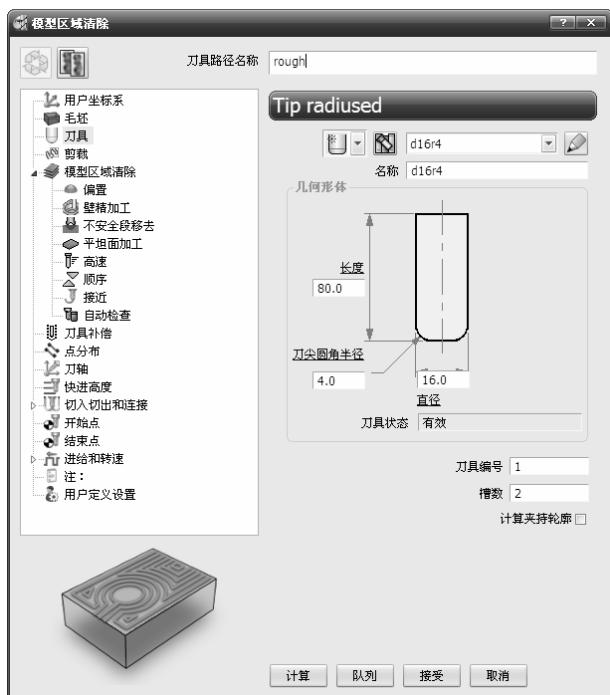

图 3-12 “模型区域清除”对话框
2) 在弹出的“模型区域清除”对话框中设置相关参数, 如图 3-12 所示。